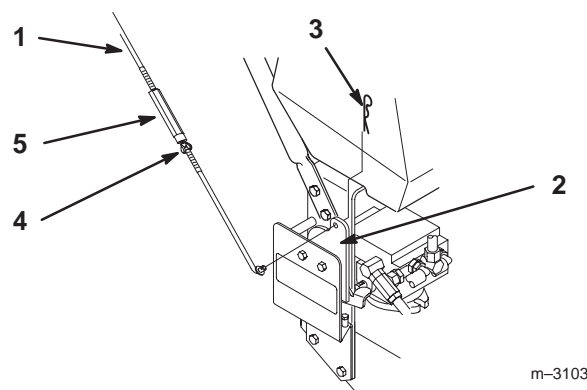

Figure 5
1. Introduisez la tige dans le support de commande et fixez-la avec la goupille fendue (Fig. 5).
3. Desserrez l'écrou papillon sur la tige de commande droite et tournez le tendeur dans un sens ou dans l'autre pour changer la correction directionnelle. Fixez le tendeur en position avec l'écrou papillon (Fig. 5).